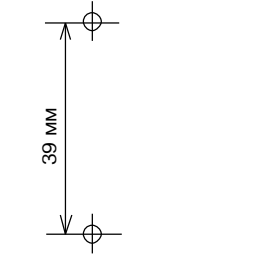

Рис.50. Разметка извещателя РК-МК-У
- произведите разметку отверстий для крепления основания на установочной поверхности в соответствии с рис. 50 и просверлите отверстия необходимых размеров;